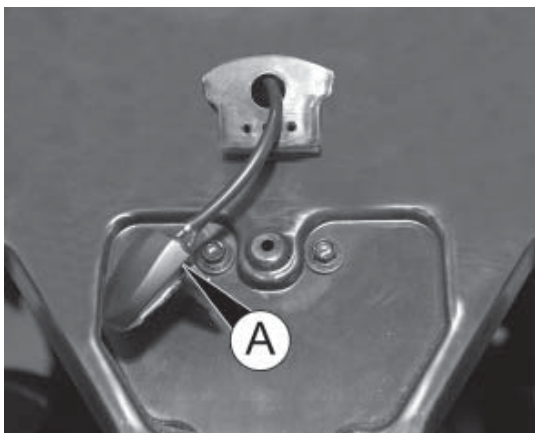

Abb. 6
- die gesamte Gruppe Lampe-Lampenfassung A Abb. 6 von der Kunststoffabdeckung entfernen;
- die Gruppe Lampe-Lampenfassung A Abb. 6 in die Kunststoffabdeckung einsetzen;